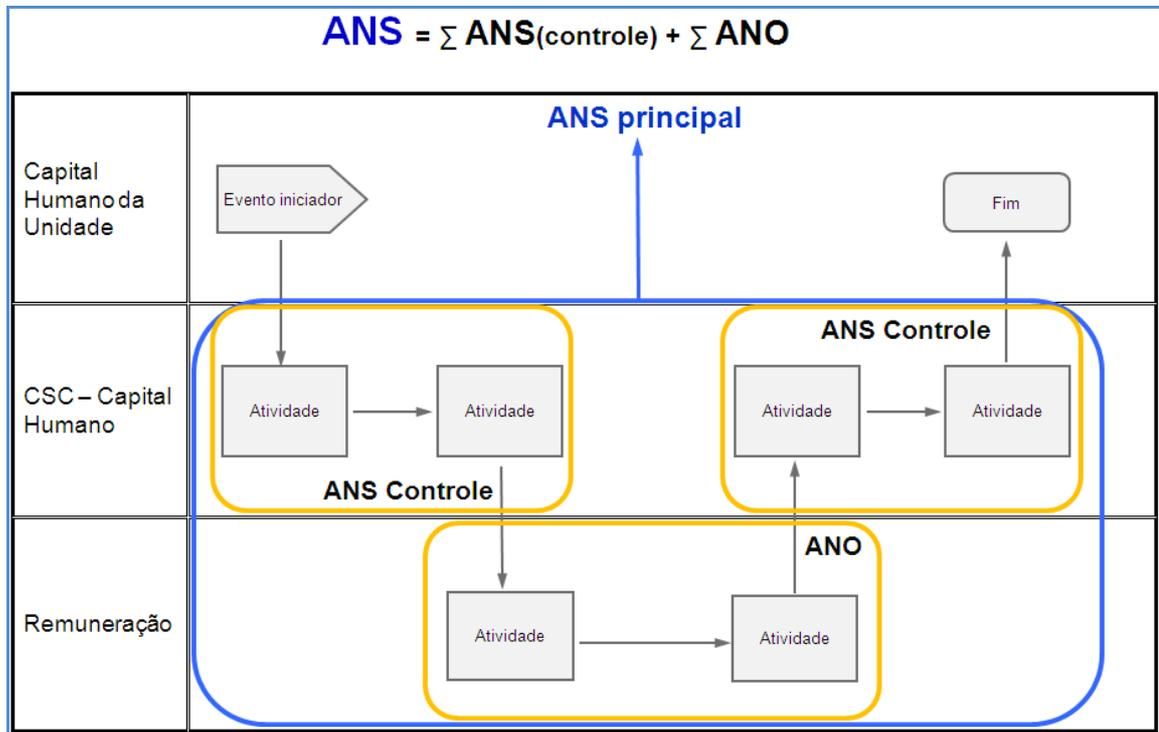

Figura 7: Modelo de fluxograma utilizado no CSC.
- **Divisões de responsabilidades:** no modelo mostrada na acima (figura 7) são demonstrados os responsáveis pela realização de cada atividade do processo;
- Acordo de Nível Operacional (ANS): é o prazo de entrega do serviço solicitado para o cliente, demandante da atividade representado na figura 7, pelo capital humano da unidade;
- Acordo de Nível Operacional (ANO): é o prazo da área fornecedora na figura 7 a área de remuneração. Esta área precisa realizar algumas atividades deste processo para que o CSC Capital Humano consiga terminar a sua etapa e dar o retorno ao cliente;